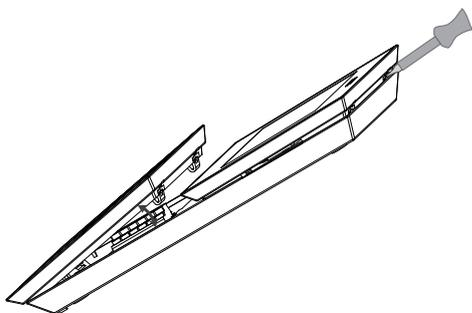

Bild 3: Zusammenbau / Demontage
- Tasten-Aufsatz und Display-Aufsatz (Bild 3) jeweils unten in das Unterteil einhaken und nach oben klappen bis die Rasthaken verriegeln.
- Zur Demontage der Aufsätze die Rasthaken (Bild 3) mit einem Schraubendreher entriegeln.